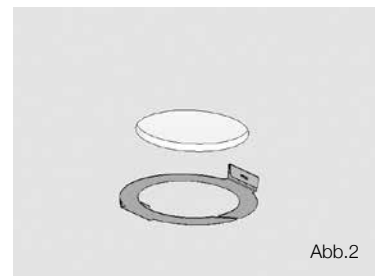

Abb.2
2. Schneiden Sie mit einer Stichsäge das Loch in die Deckenplatte. (Abb.2)
2. Schneiden Sie mit einer Stichsäge die Öffnung in die Decke und platzieren Sie dann den C-Ring in der gerade ausgeschnittenen Öffnung der Decke. (Abb.2)
3. Schneiden Sie mit einer Stichsäge die Öffnung in die Decke. (Abb.2)
2. Verwenden Sie zum Anschluss an einen Verstärker die Pins 1 und 2 (Abb.2):